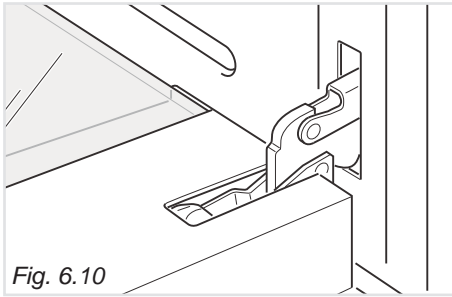

Fig. 6.10
- Ovnsdøren åpnes helt (Fig. 6.10).